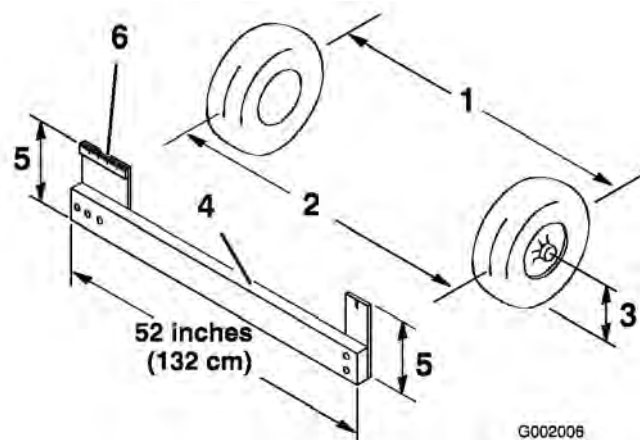

図 57
4. 前輪の前と後ろで、左右のタイヤの中央線間距離を測る；計測はアクスルの高さで行う（図 57）。前輪の後ろで、アクスルの高さで測定を行うには市販または手製のトーイン測定器が必要となる。前後の計測とも同じ道具を使用し、アクスルの高さで正しく測定すること（図 57）。